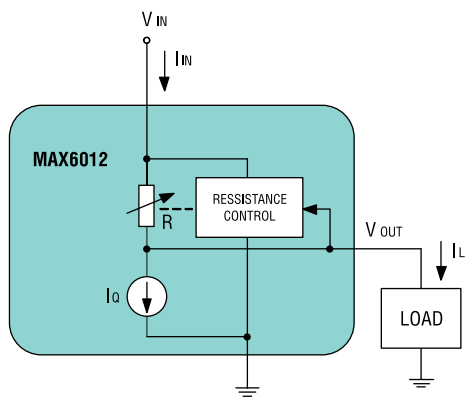

Рис. 2. Регулирующая часть последовательного ИОН подключена последовательно с нагрузкой
Последовательный ИОН (рисунок 2), может рассматриваться как переменный резистор, управляемый напряжением. Выходное напряжение V_{OUT} контролирует внутреннее сопротивление между входом и выходом ИОН. Ток, протекающий через внутреннее контролируемое сопротивление, создает падение напряжения между входом и выходом ИОН. Без нагрузки через внутреннее сопротивление (R), протекает малый ток (I_Q), обеспечивая падение напряжения между входом и выходом, необходимое для обеспечения требуемого V_{OUT} .